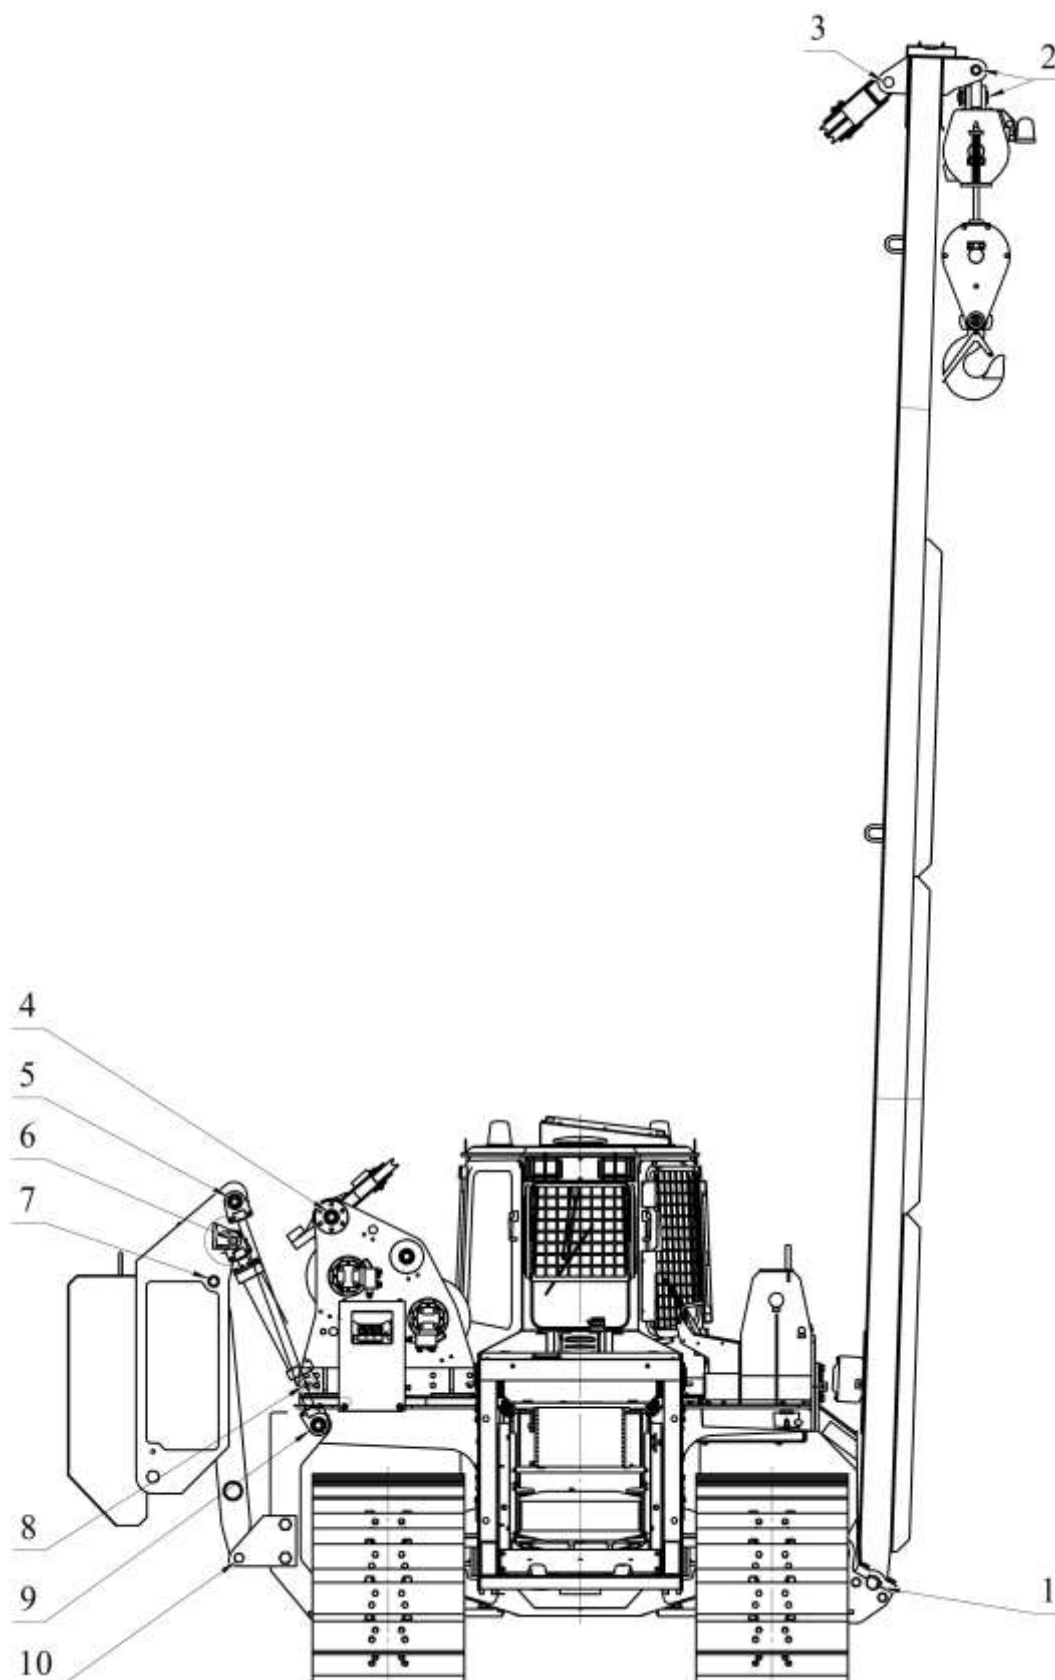

Рис. 3.36. Схема смазки грузоподъемного оборудования и контргруза
- смазать грузоподъемное оборудование согласно схеме рис. 3.36.